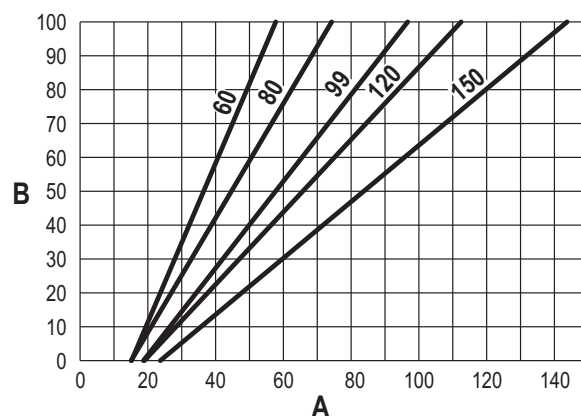

рис. 60
- Используйте **контекстные клавиши 1 и 2** для увеличения или уменьшения теплопроизводительности (минимальная = 00, максимальная = 100). См. диаграмму "Регулировка теплопроизводительности" (рис. 60).